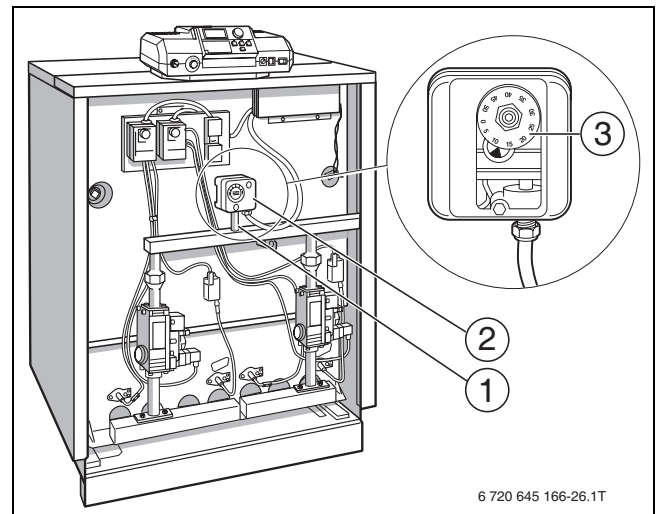

Рис. 48 Монтаж реле контроля давления газа
- ▶ Установите реле контроля давления газа (→ рис. 48, [3]) регулировочным диском вперед на уголок звена трубопровода.